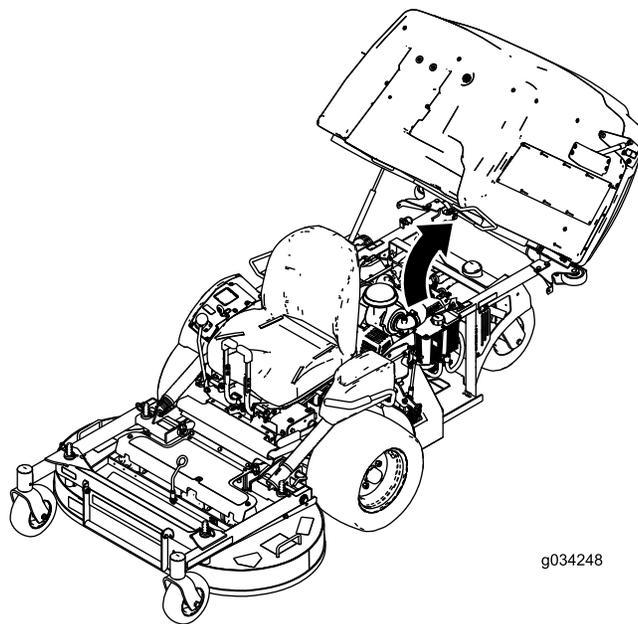

**Figura 29**
5. Lubrifique o braço intermédio da correia da bomba (Figura 29).